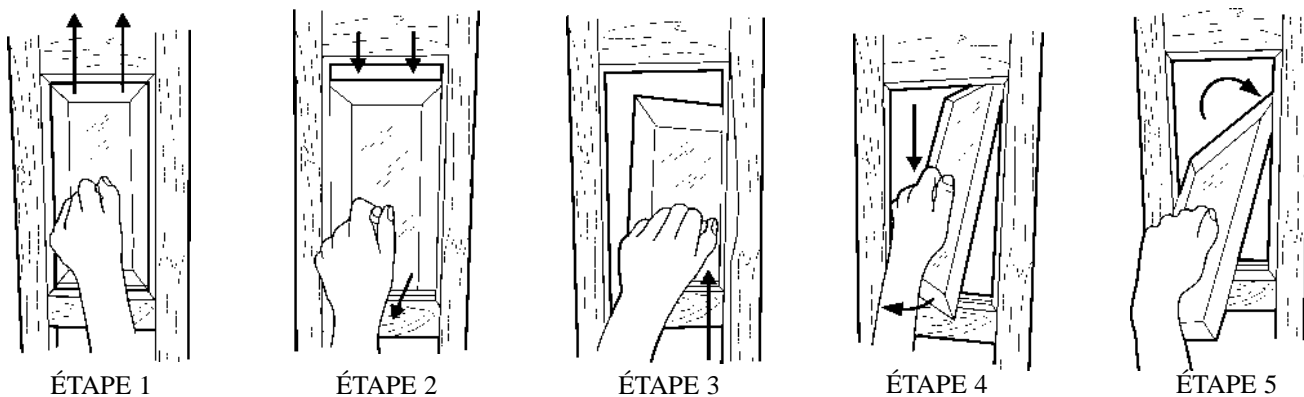

Figure 1
ETAPE 1 DEBALLER VOTRE PENDULE (Figure 1) (Figure 2) (Figure 3)
B. La pendule doit être de niveau pour fonctionner correctement. Nous avons placé un pied de niveau ajustable à chaque coin afin de vous aider à mettre la pendule de niveau (Figure 1).